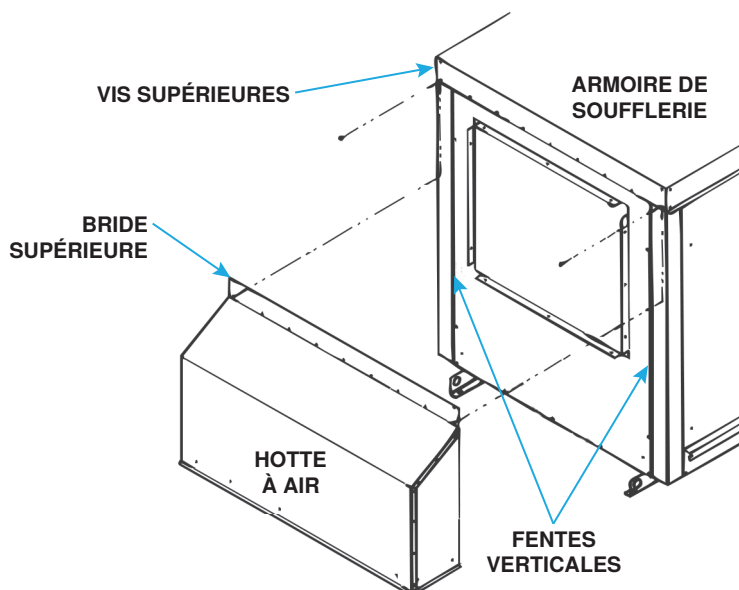

Figure 1. Installation de hotte à air
1. Retirez et conservez la rangée de vis du haut (voir Figure 1) qui fixent le haut de l'armoire du côté de l'air d'entrée de l'armoire de soufflage.
2. Faites glisser la bride supérieure de la hotte à air (voir Figure 1) sous le rebord du dessus de l'armoire et insérez les côtés de la hotte à air dans les fentes verticales (voir Figure 1) de l'armoire de soufflage. Assurez-vous que la bride supérieure se trouve entre le dessus de l'armoire et le panneau d'extrémité.